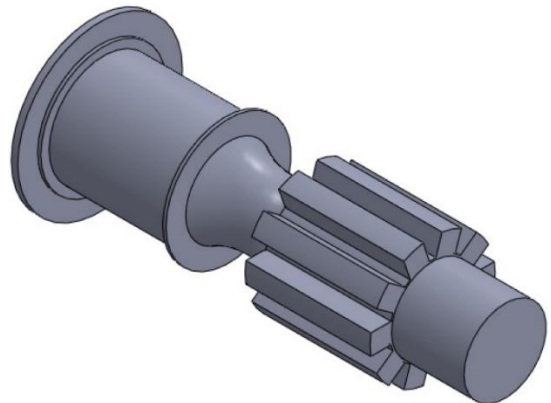

Рисунок 6.50 – Модель після створення кругового шаблону елемента вирізу
- в) Створіть круговий шаблон елемента вирізу (рис. 6.50).